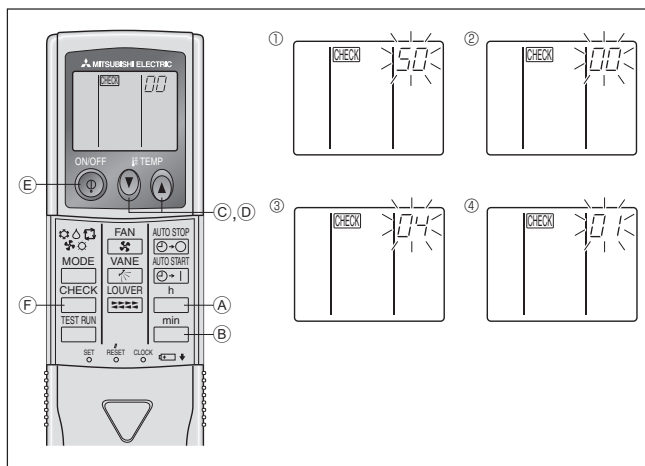

Fig. 6-11
- Appuyer sur la touche MODE ⑤, les numéros de programmation et de mode (Ⅰ) et (Ⅱ) changeront et seront continuellement affichés, et les détails de la programmation pourront être confirmés.
- Appuyer simultanément sur les touches FILTER ⑦ et TEST RUN ⑧ pendant au moins 2 secondes. L'écran de sélection des fonctions apparaît momentanément, et l'affichage d'arrêt du climatiseur apparaît.
2) Pour la télécommande sans fil infrarouge (Fig. 6-11)